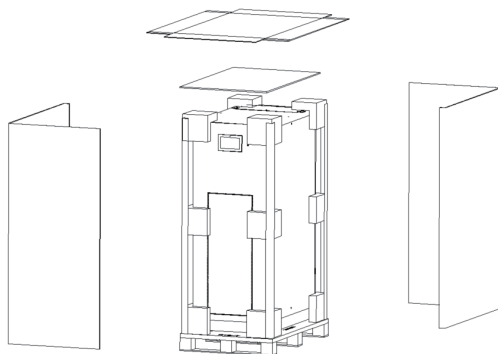

Рисунок 3.3. Разборка ящика
3. Демонтировать сначала верхнюю крышку деревянной обрешётки со стальным кантом с помощью гвоздодера и клещей, а затем боковые стенки (см. Рисунок 3.3).